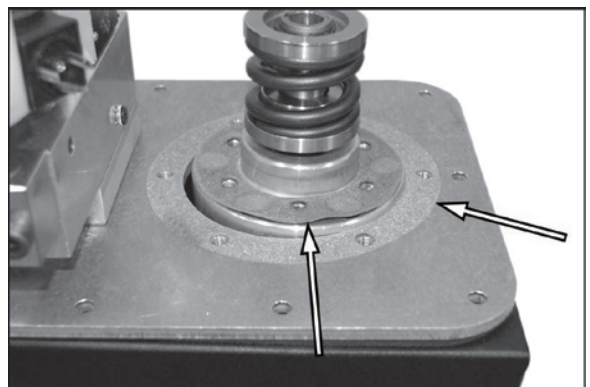

Рис. 74.
5. См. рис. 74. Снимите прокладку и очистите уплотнительные поверхности.